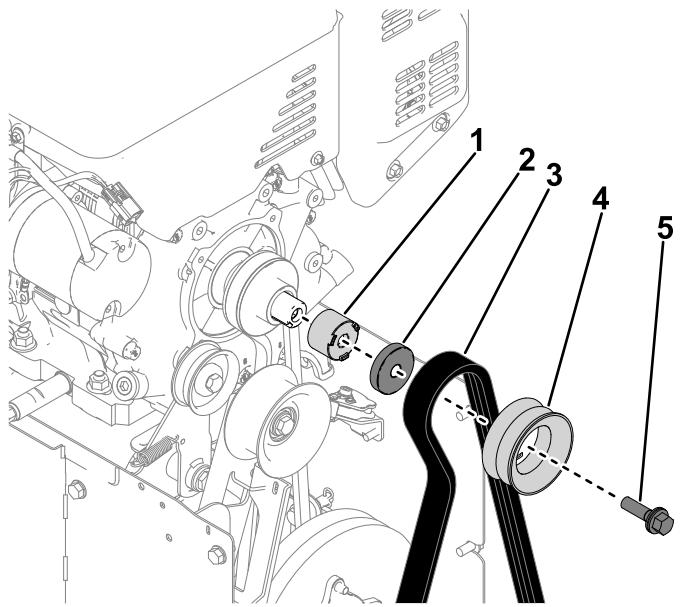

Figure 7
2. Retirez le boulon de lame (7/16" x 1 $\frac{3}{4}$ ") qui fixe la poulie de turbine au vilebrequin. Déposez la poulie, la courroie de tarière, le support de poulie et la poulie d'espacement du vilebrequin (Figure 7).